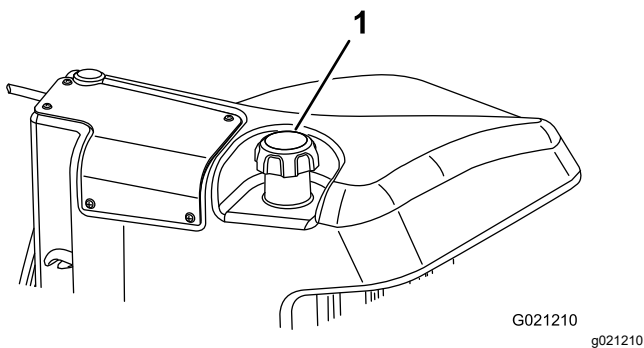

Figura 42
3. Remova a tampa do tanque de combustível (Figura 42).